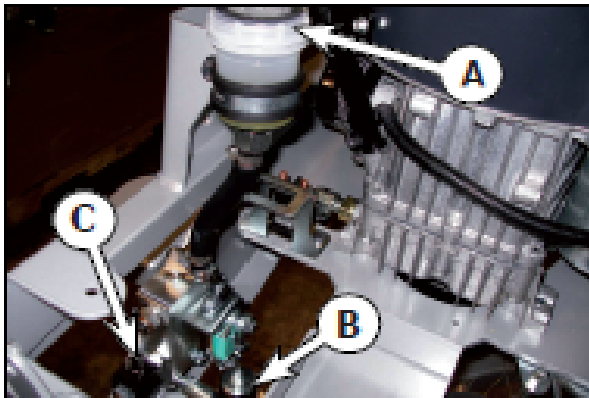

Fig. 6
- Den magnetventil, der styrer stabiliseringen af maskinen på skråninger (Fig. 6, pkt. C) er beliggende bag højre hydrostatisk transmission. Under normale drift lyser magnetventilen med rødt lys. Når maskinens stabiliseringsenhed aktiveres slukkes det røde lys.